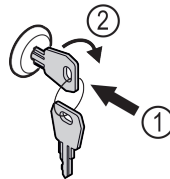

Fig. 205
- ▶ Вдавити ключ. Fig. 205 (1)
- ▶ Повернути ключ на 90° за годинниковою стрілкою. Fig. 205 (2)